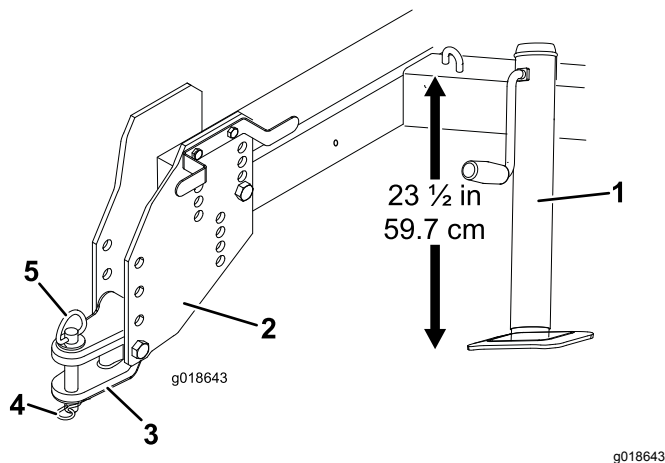

Bild 3
3. Stellen Sie den Wagenheber so ein, dass der Abstand von der Oberseite des Rahmens bis zum Boden 59,7 cm ist (Bild 3).
- Entfernen Sie die Schrauben und Sicherungsmuttern, mit denen die Anhängerkupplung an den Anbauvorrichtungsplatten befestigt ist (Bild 3).
6. Befestigen Sie die Anhängerkupplung mit dem Anbauvorrichtungsstift und dem Klapptecker an der Anbauvorrichtung der Zugmaschine (Bild 3).